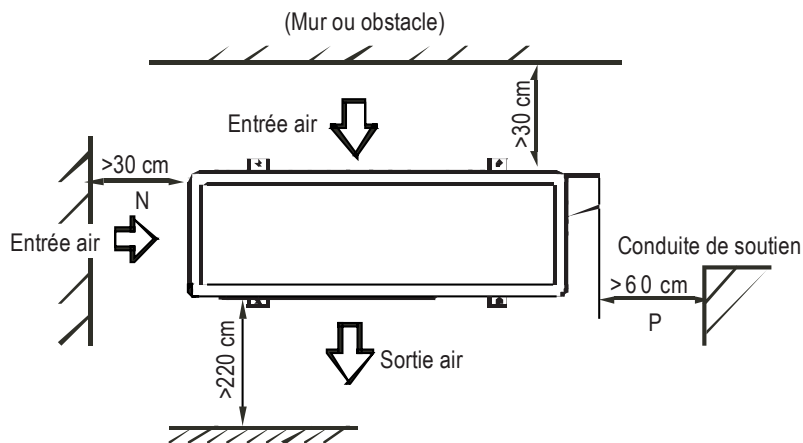

Fig.6-5
- La distance minimale entre l'unité externe et les obstacles et décrit ci-dessus ne s'applique pas aux locaux sans ouvertures ou étanches. Laissez libres au moins 2 des 3 directions indiquées (Fig. 6-5).